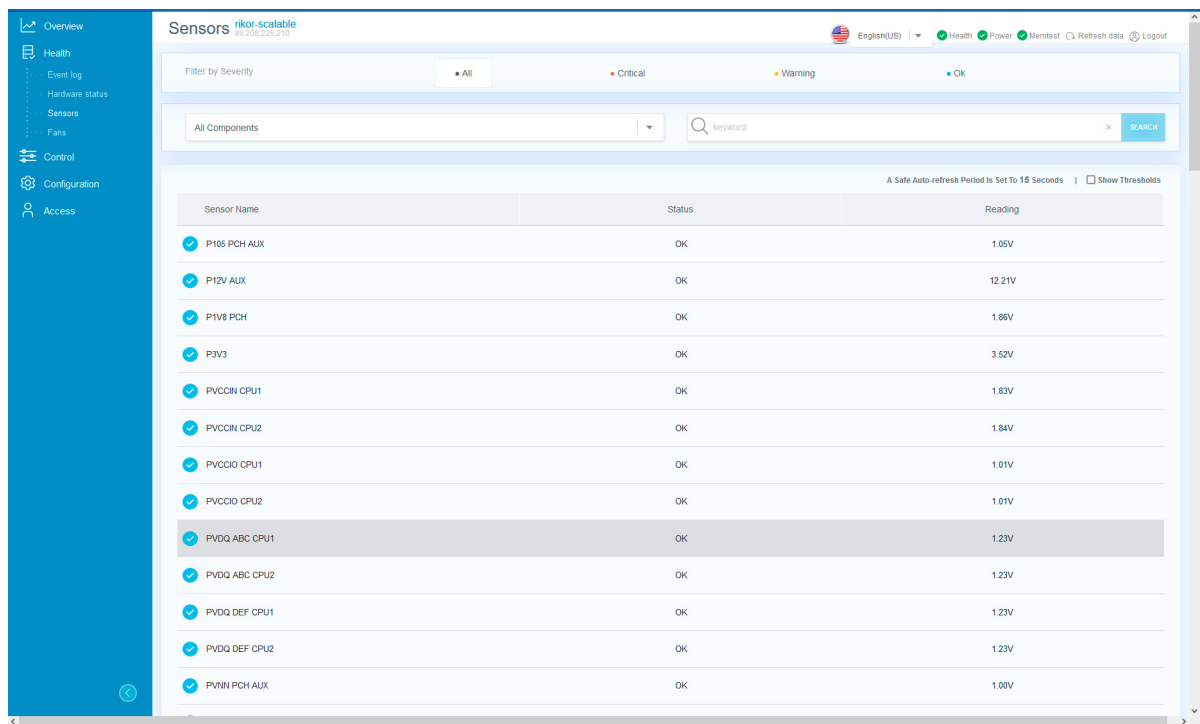

Рис. 66. Окно «Sensors»
- 4) Пройдите во вкладку «Health» → «Sensors» в данной вкладке отображается информация по датчикам установленным в сервере. В поле «Filter by Severity» произведите фильтрацию по степени серьезности события. В раскрывающемся списке выберите компонент сервера где хотите просмотреть состояния датчиков. В поле поиска произведите фильтрацию по ключевым словам датчиков. Окно показано на рис. 66 Окно «Sensors»